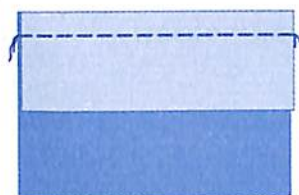

Рис. 56. Притачивание бейки
3. Наложите бейку на изделие (лицевыми сторонами внутрь), уравняйте срезы. Слегка натягивая, притачайте бейку на расстоянии 6 мм от срезов (рис. 56). Ориентиром может служить ширина лапки. Обратите внимание, что ширина шва (т. е. расстояние от среза до строчки) немного меньше, чем  $\frac{1}{4}$  часть ширины косой бейки, чтобы получился припуск на свободное обёртывание вокруг среза.